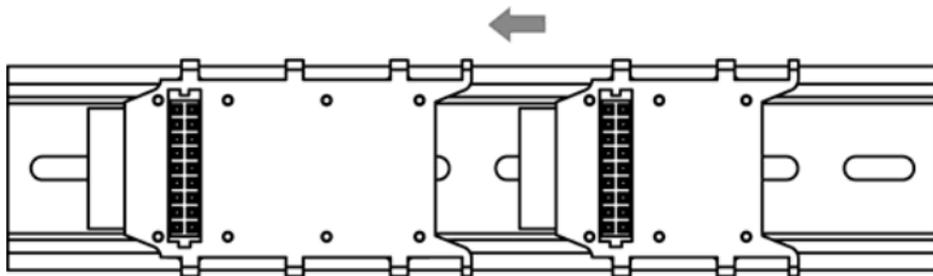

Рисунок 7.1
- шинный соединитель блока питания установить замковым соединением с помощью крючков на DIN-рейке (рисунок 7.1);